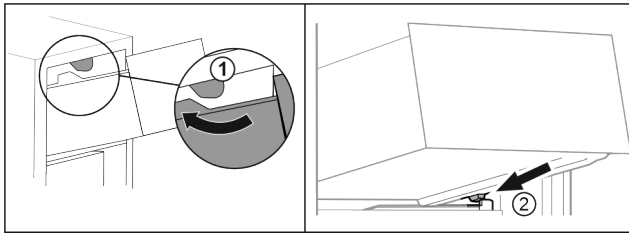

Fig. 112
- Umetnite ladicu oko gornjih zaustavljača. Fig. 112 (1)
- Stavite ladicu ukoso iza donjih zaustavljača na žlijeb spremnika. Fig. 112 (2)